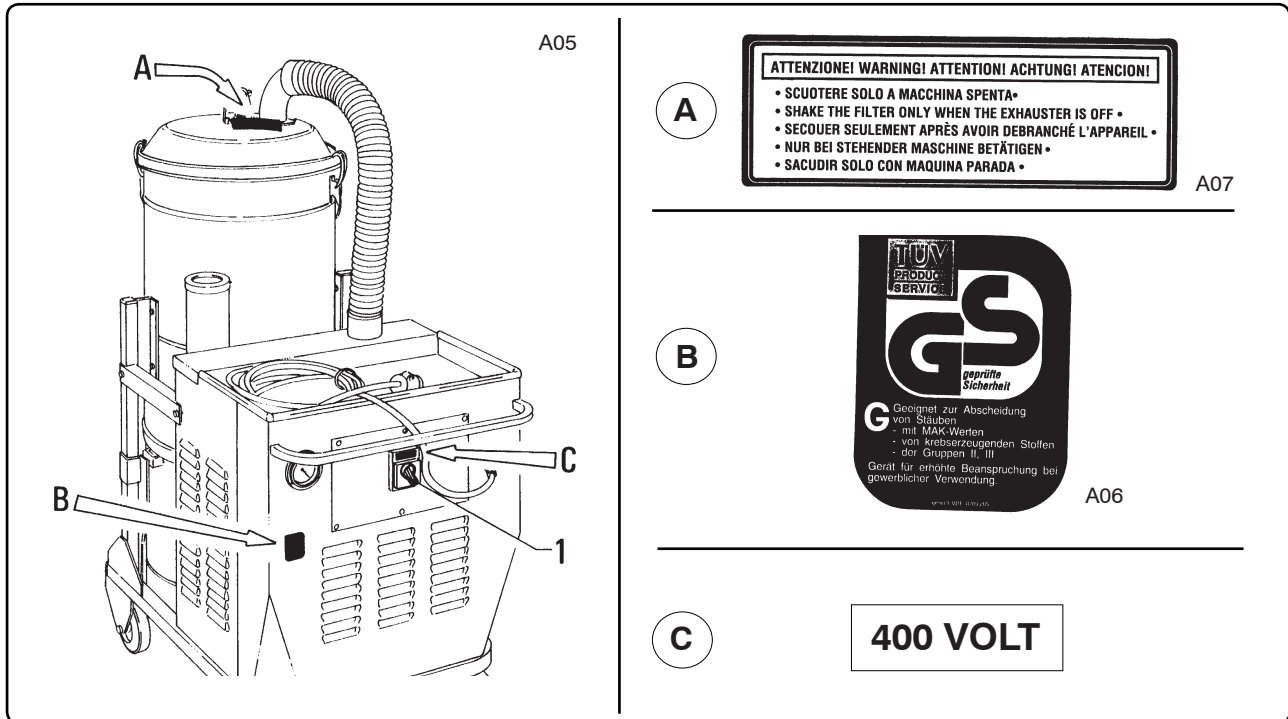

Fig. 2.2.1
2.2 - Targhe di avvertenza (fig. 2.2.1)
2.2 - Warning plates (fig. 2.2.1)
2.2 - Placas de advertencia (fig. 2.2.1)
2.2- Waarschuingsymbolen (Afb. 2.2.1)